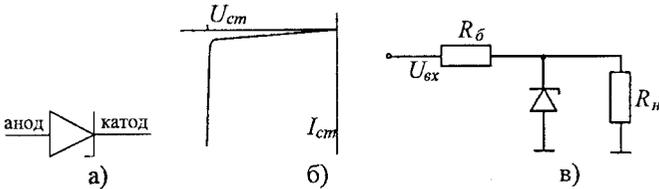

Рисунок 5.1 – Умовне позначення стабілітрона (а), графік зміни струму при пробі (б) та схема включення стабілітрона (в)
*Параметричний стабілізатор* – простий пристрій для стабілізації напруги, який базується на властивостях зенерівського, або опорного діода, який також називають стабілітроном (рис. 5.1, а).
При збільшенні зворотної напруги струм різко зростає (внаслідок збільшення енергії рухомих заряджених частинок), настає *електричний пробій*, напруга стабілізується (рис. 5.1, б).
Робота стабілітрона обмежена рамками мінімального і максимального струмів. Стабілітрон підключається паралельно до навантаження ( $R_n$ ). Призначення баластного опору ( $R_b$ ) – обмеження струму (рис. 5.1, в). Баластний опір та розсіювана потужність стабілітрона розраховуються за формулами (5.1) та (5.2).
12. Напруга живлення схеми (див. рис. 5.1, в)  $E$  змінюється в діапазоні від 25 В до 40 В, опір навантаження  $R_n$  змінюється в діапазоні від 0,5 кОм до 1 кОм. Зміни  $E$  і  $R_n$  відбуваються незалежно один від одного. Знайти опір баластного резистора  $R_g$ , при якому струм стабілітрона мінімальний: визначити діапазон зміни напруги на навантаженні і діапазон зміни струму стабілітрона.
13. У схемі на рис. 5.1, в  $E = 40$  В і  $R_g = 0,2$  кОм в результаті зменшення опору навантаження  $R_n$  струм навантаження змінився в 2 рази, а напруга